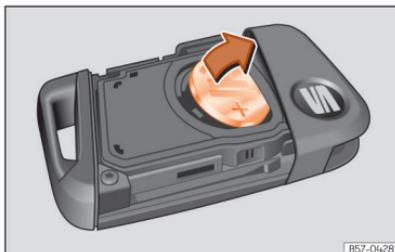

Fig. 47 Chave do veículo: remoção da pilha.
- Retire a pilha do seu compartimento fazendo alavanca »»» Fig. 47.
- Encaixe uma pilha de botão nova no compartimento »»» ②.